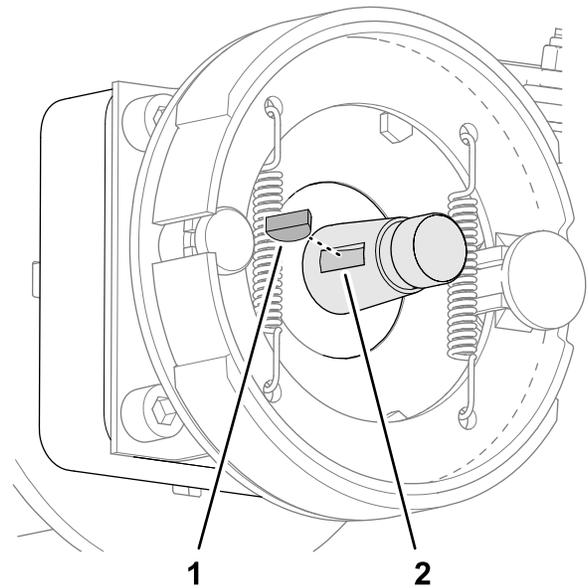

Figura 73
- Inserte la chaveta semicircular en la ranura del eje del motor de rueda (Figura 73).